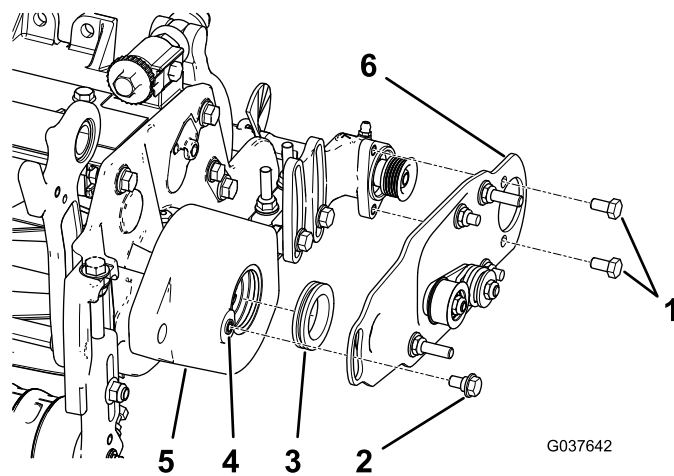

Рисунок 11
- Нанесите слой консистентной смазки по внутреннему диаметру втулки в корпусе щетки катка (Рисунок 11).
- Установите левую или правую пластину щетки катка (Рисунок 11).
4. Нанесите стопорящий состав для резьбы на два болта (5/16 x 1/2 дюйма) и используйте эти болты для установки пластины щетки на корпус подшипника щетки катка (Рисунок 11).
5. Удалите любые остатки краски с резьбы корпуса щетки катка, используя метчик на 5/16–18, прежде чем заворачивать болт с буртиком (Рисунок 11).
6. Нанесите стопорящий состав для резьбы на болт с буртиком (Рисунок 11).
7. Прикрепите пластину щетки к корпусу щетки катка с помощью болта с буртиком (Рисунок 11).